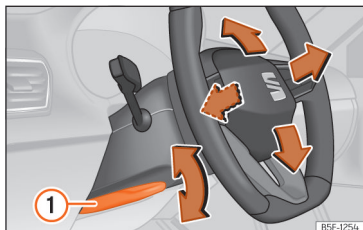

Fig. 68 Maneta din partea stângă jos a coloanei de direcție.
• Trageți maneta »» fig. 68 ① în jos, aduceți volanul în poziția dorită și ridicați la loc maneta până când se blochează.
• După ce ați reglat coloana de direcție, împingeți maneta »» fig. 68 ① ferm în sus pentru a vă asigura că poziția volanului nu se modifică în timpul deplasării.